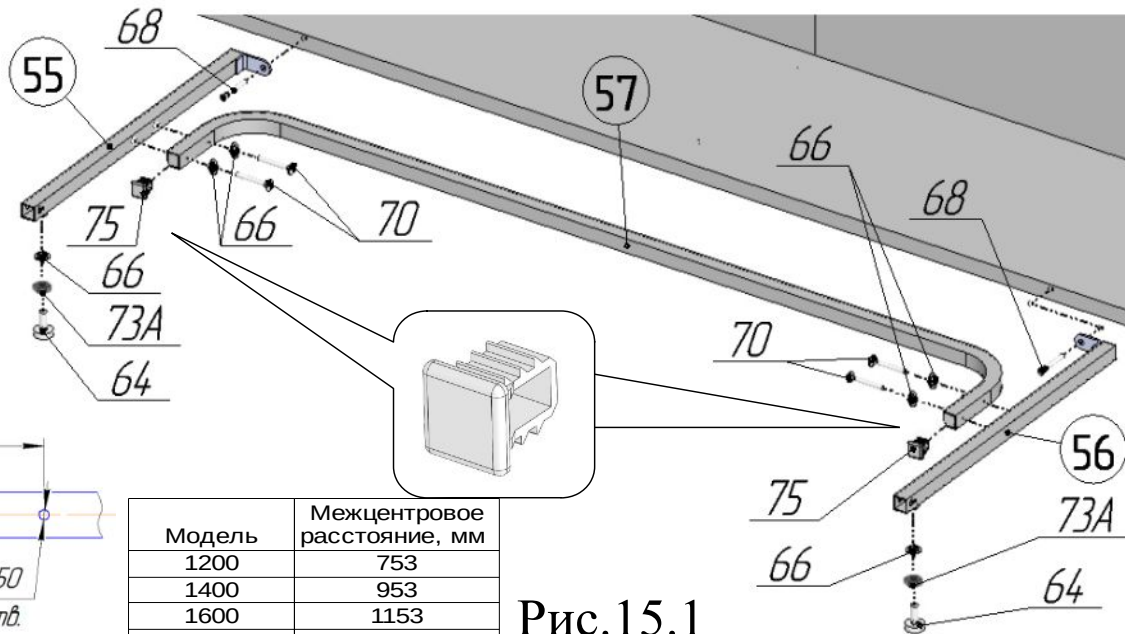
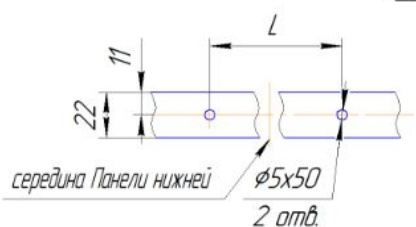
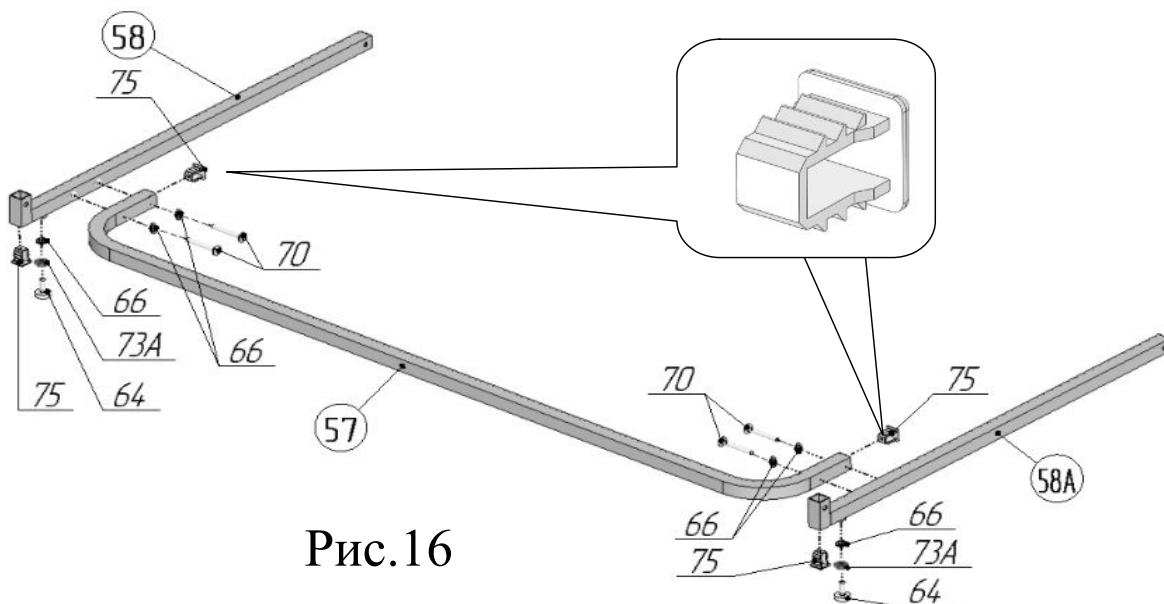

Рис.15.1
Рис.15.2
Рис.16
17. В торцы перемычки поз.57 вставить заглушки 20x20 поз.75в соответствии с рис.15.1 . К перемычке поз.57 присоединить упоры поз.55 и поз.56, используя винты М6x35 поз.70 и шайбы стопорные поз.66 в соответствии с рисунком 15.1. Во встроенные гайки упоров поз.55,56 вернуть ножки поз.64, предварительно навинтив на них гайки М8 ГОСТ поз.73А и надев на стержни ножек шайбы стопорные поз.66. Просверлить в панели нижней поз.43 отверстия ф5x50 с координатами в соответствии с рис.15.2 и таблицей. Присоединить собранную конструкцию к корпусу
с помощью винтов-конфирматов поз.68 (рис.15.1).
вставить заглушки 20x20 поз.75. К перемычке поз.57 присоединить ноги поз.58, 58А, используя винты М6x35 поз.70 и шайбы стопорные поз.66 в соответствии с рисунком 16. Во встроенные гайки ног поз.58 и 58А вернуть ножки поз.64, предварительно навинтив на них гайки М8 ГОСТ поз.73А и надев на стержни ножек шайбы стопорные поз.66. В ноги поз.58 вставить заглушки 20x20 поз.75 в соответствии с рисунком 16. После окончательной сборки стола отрегулировать ножки поз.64, установленные в данном пункте и п.16. Затянуть гайки поз.73А таким образом, чтобы шайбы поз. 66 оказались прижаты к ногам поз.58, 58А (рис.16) и упорам поз.55,56 (рис.15.1).